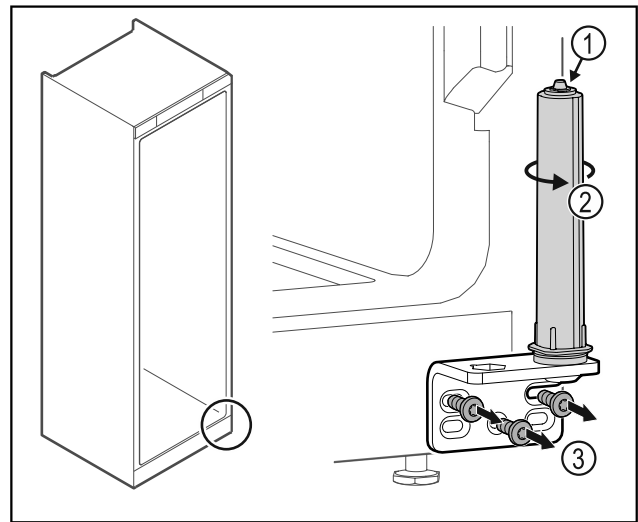

Fig. 32
- Non disassemblare il sistema di chiusura della porta Fig. 32 (1).
- Ruotare il sistema di chiusura Fig. 32 (2) finché non si innesta con un clic.
- Svitare la cerniera angolare Fig. 32 (3).